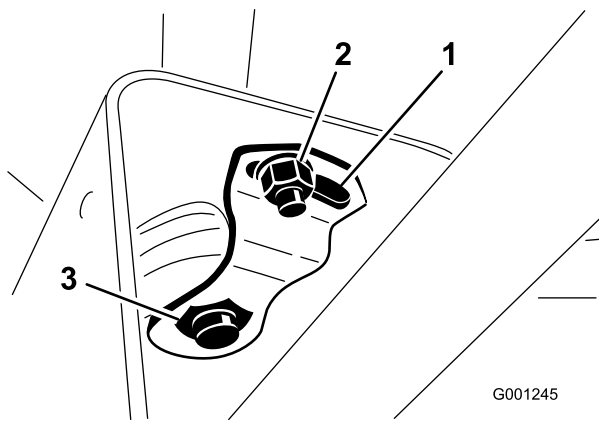

Figura 69
2. Mueva la cubierta por la columna de dirección para dejar expuesto el soporte del pivote (Figura 69).
3. Afloje la tuerca pequeña, y gire el soporte del pivote hasta que apriete la tuerca grande que está debajo (Figura 69).